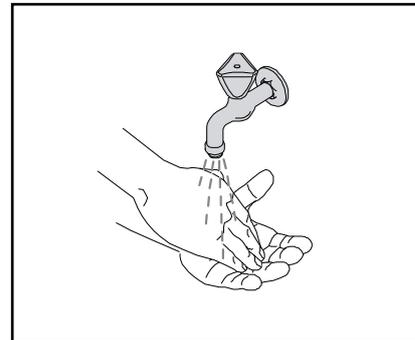

Fig. 3
1. Lave as mãos antes de mexer nos pacotes de produto. (Fig. 3)